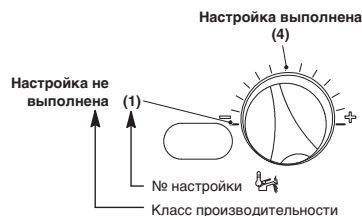

Рис. 30
- 2 Чтобы изменить настройку, поверните регулятор температуры горячего водоснабжения в **нужное положение** (как на рисунке, где регулятор установлен на **Класс производительности**, обусловленный минимальной электрической блокировкой (Рис. 30).